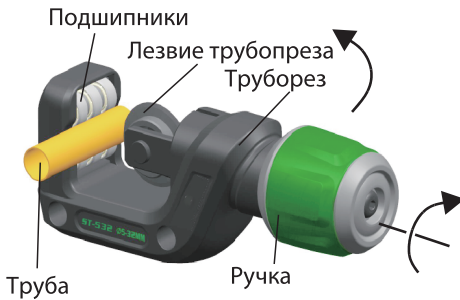

Рис. 1
1. Отрежьте медную трубу с помощью трубореза (рис. 1)